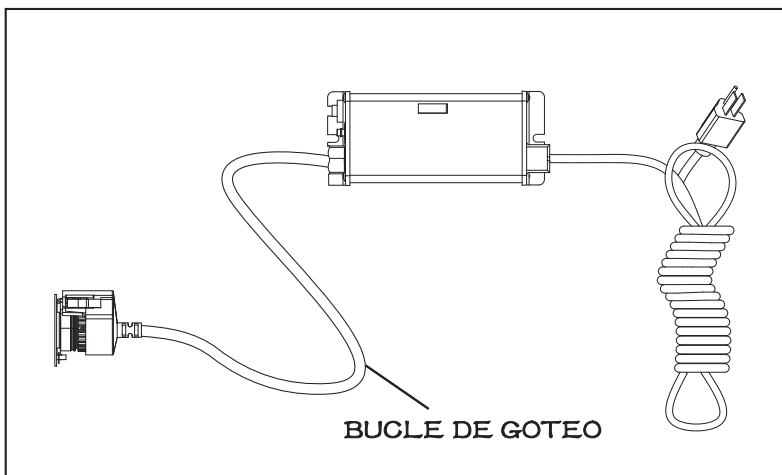

Figura 6 Bucle de goteo
- El controlador se debe montar encima o al lado de la cámara. Siempre monte el controlador horizontalmente para evitar que la humedad se filtre por la canalización de los cables y provoque un peligro de incendio. Es muy recomendable usar bucles de goteo en los cables conectados al controlador. Consulte Figura 6.
- Monte el controlador VIQUA ICE de forma horizontal a la pared, cerca de la cámara. Lo ideal sería colocar el controlador sobre la cámara y lejos de cualquier punto de conexión de agua para evitar que se vierta agua en el controlador por medio de fugas en un punto de conexión o un sistema de "transpiración". Asegúrese de permitir un "bucle de goteo", como se muestra en la Figura 6, en la lámpara, el sensor y el cable de alimentación para evitar, de nuevo, que entre agua en el controlador.